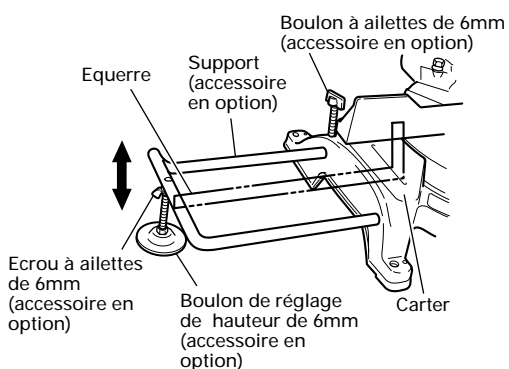

Fig. 9
(1) Comme indiqué à la Fig. 9, utiliser une équerre en acier pour aligner le bord supérieur des supports sur la surface du socle. Desserrer l'écrou à ailettes de 6mm. Tourner un boulon de réglage de hauteur de 6mm, et régler la hauteur du support.
(2) Après le réglage, serrer à fond l'écrou à ailettes et fixer le support avec le boulon à ailettes de 6mm (accessoire en option). Si la longueur du boulon de réglage de la hauteur de 6mm est insuffisante, insérer une plaque mince dessous. S'assurer que l'extrémité du boulon de réglage de la hauteur de 6mm ne dépasse pas du support.